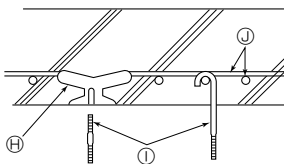

图 2-5
② 钢筋混凝土结构（图 2-5）
- ② 钢筋混凝土结构（图 2-5）
- ① 天花镶板
- ② 梁
- ③ 横椽
- ④ 顶梁
- ⑤ 用可承重 100 — 150 公斤的嵌钩。（在当地购买）
- ⑥ 挂环螺栓 M10（3/8"）（在当地购买）
- ⑦ 钢筋条
- ⑧ C 管道
- ⑨ 管道悬挂支架